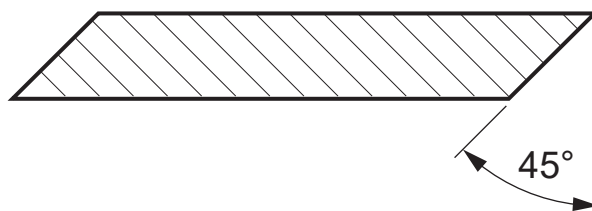

Fig. 45 – Affûtez la lame à un angle de 45°.
5. Utilisez une meuleuse pour affûter le tranchant du couteau du rotor. Aiguissez le tranchant à un angle de 45 degrés. Voir Fig. 45.